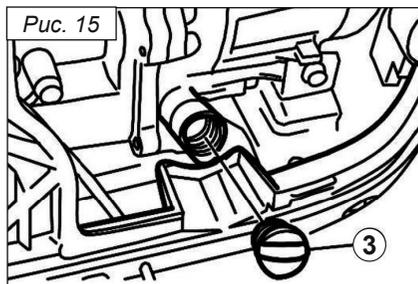

Рис. 15
3. Выкрутите пробку **③** заливной горловины и залейте необходимое количество моторного масла в картер двигателя (рис. 15).